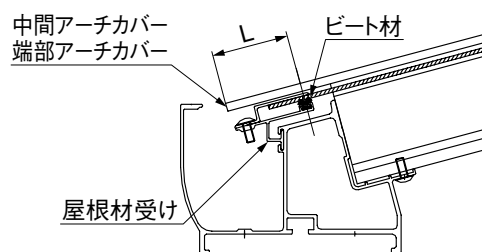

図9-2 中間アーチカバー、端部アーチカバー納まり図
- ① 表9-1を参照して、中間アーチカバー、端部アーチカバーを中間アーチと端部アーチに⑤-②で取付けてください。(図9-2参照)